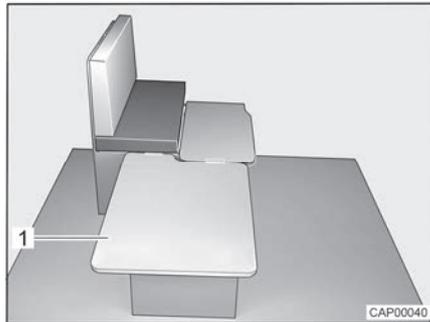

Fig. 43 Pendant la transformation
- Accrocher la plaque amovible (Fig. 43,1) le long de la banquette et la poser sur la table.